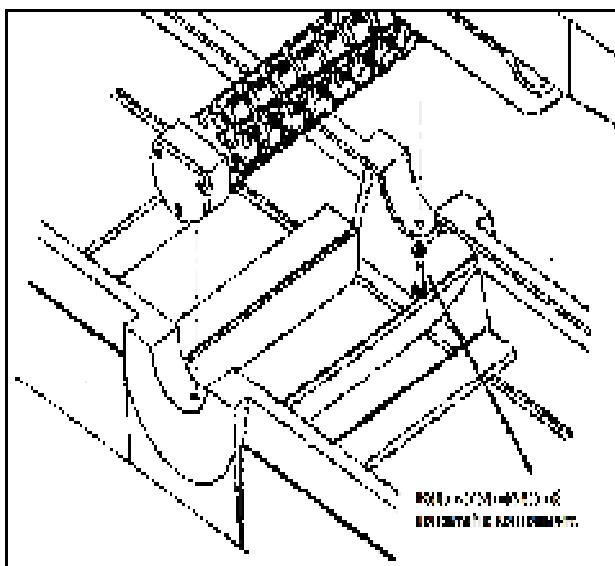

Рис. 32
5. Открутите два винта с шестигранными головками и контргайки, которые крепят ножевой вал к станине. Они находятся с внутренней стороны подшипниковых опор, как показано на Рис. 32.